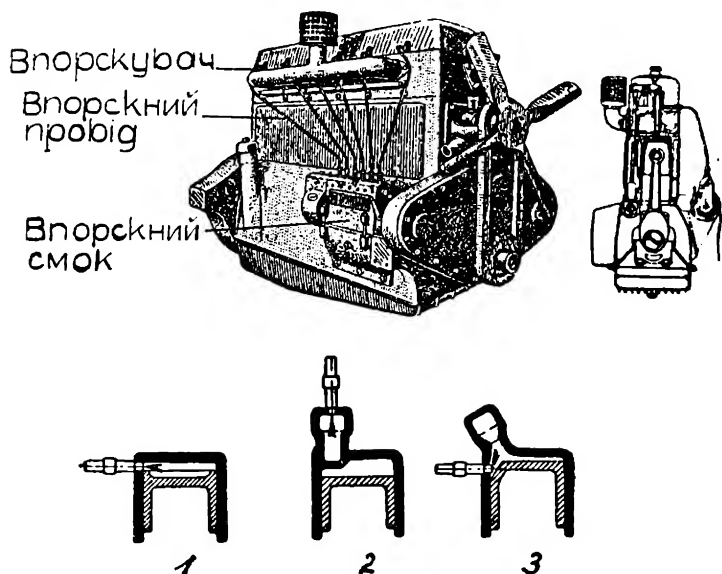

Рис. 36. Рушій Дізеля.
На рис. 36 згорі наліво бачимо зовнішній вигляд рушія, на право поперечний переріз через циліндер. На перший погляд він зовсім подібний до бензинового рушія, однак при ближім розгляді знаходимо великі різниці в конструкції, діланню і обслузі.
повітря. Щоб паливо цілковито спалилося, мусить воно добре вимішатися зі стисненням повітрям в циліндрі. Для досягнення цього і для зменшення впорскного тиску надається внутрішній стороні голови рушія Дізеля або толокові особливу форму. На рис. 36 (1) бачимо конструкцію з прямим впорском, при чому толоч має відповідне вижолблення. Рис. (2) представляє конструкцію зі вступною коморою. а рис. (3) конструкцію зі збірничком повітря перед циліндром.